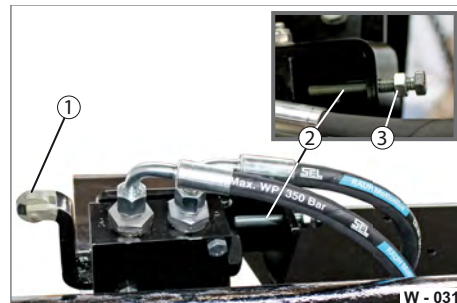

Abb. 38 Abschalt-Ventil regulieren
- ▶ Lösen Sie die Kontermutter (Abb. 38/3).
- ▶ Verstellen Sie das Abschalt-Ventil - Stellschraube (Abb. 38/2) rein- bzw. heraus-schrauben.